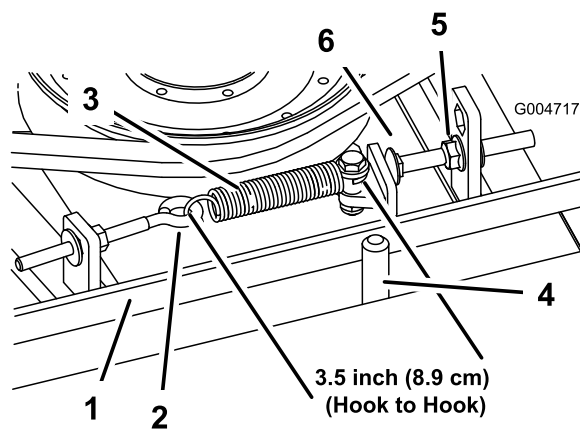

Figura 97
Quando a tensão estiver correta, a medida da mola de extensão (gancho a gancho) deverá ser de cerca de 8,9 cm \pm 0,63 cm (lado interior). Logo que se obtenha a tensão correta da mola, ajuste o pino de fecho (parafuso da carroçaria) até haver uma folga aproximada de 0,32 cm \pm 0,152/0,000 cm entre a cabeça do parafuso e o braço intermédio (Figura 97).
Nota: Certifique-se de que correia está colocada no lado da mola do guia da correia (Figura 97).
2. Desaperte o parafuso com olhal permitindo a remoção da mola de extensão (Figura 97).
3. Desaperte a porca flangeada que fixa o pino de fecho na patilha de montagem. Puxa a porca ligeiramente para trás para permitir que o braço intermédio passe pelo pino de fecho (Figura 97). Retire a polia intermédia da correia para aliviar a tensão da correia.
8. Volte ligar a mola de extensão (Figura 97) ao parafuso de olhal e aplique a tensão na correia como se segue: